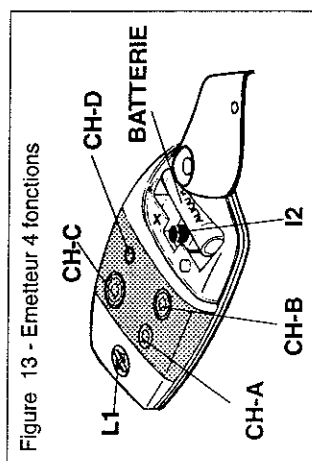

Figure 13 - Emetteur 4 fonctions
Voir figure 13.
Appuyer 2 fois sur la touche de la télécommande que vous avez destinée à l'ouverture totale (vous pouvez utiliser la touche CH-A ou la touche CH-B, figure 13), les vantaux s'ouvrent sans ralentissement jusqu'aux butées de fin de course. Le voyant vert s'éteint.
- mettre le coffret de commande hors tension (bouton "MARCHE/ARRET", figure 13),